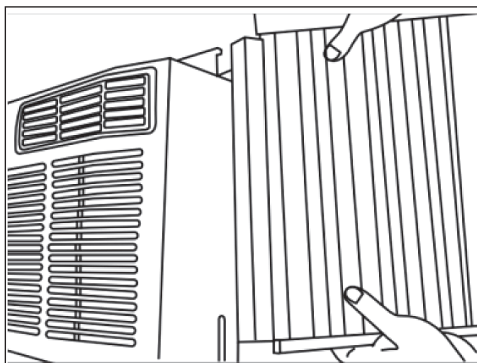

Fig. 6
4. Faites glisser l'extrémité libre du panneau en accordéon dans le panneau latéral du climatiseur (voir Fig.6). Procédez ainsi pour chaque côté.